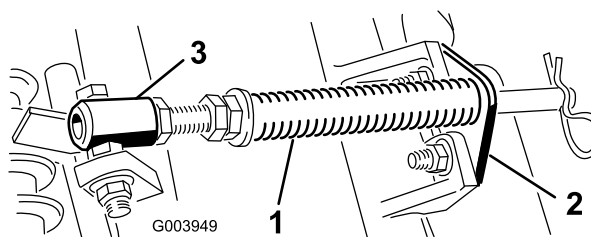

Figura 4
- A. Retire os 2 parafusos e porcas da carroçaria que prendem o suporte da barra aos separadores da unidade de corte (Figura 4).
- B. Retire a porca flangeada que prende o parafuso com cabeça do tubo de mola ao separador da estrutura de suporte (Figura 4). Retire o conjunto.